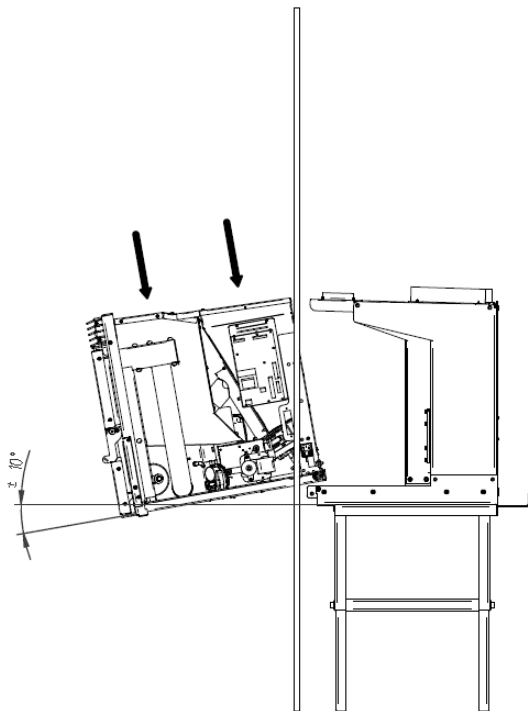

Figure 10 – Installation
- Après avoir fixé la base de la machine et raccordé la cheminée, présenter la partie mobile de l'équipement tel qu'illustré sur la Figure 10.